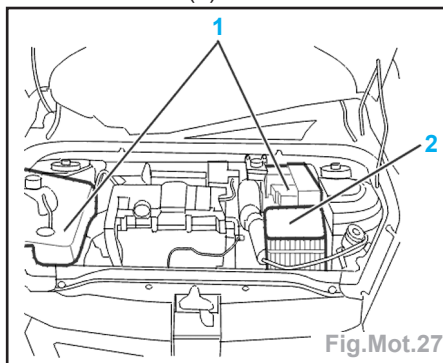

Fig.Mot.27
- Déposer (Fig.Mot.27) :
- les caches style (1),
- l'ensemble filtre à air, col d'entrée d'air et résonateur (2).